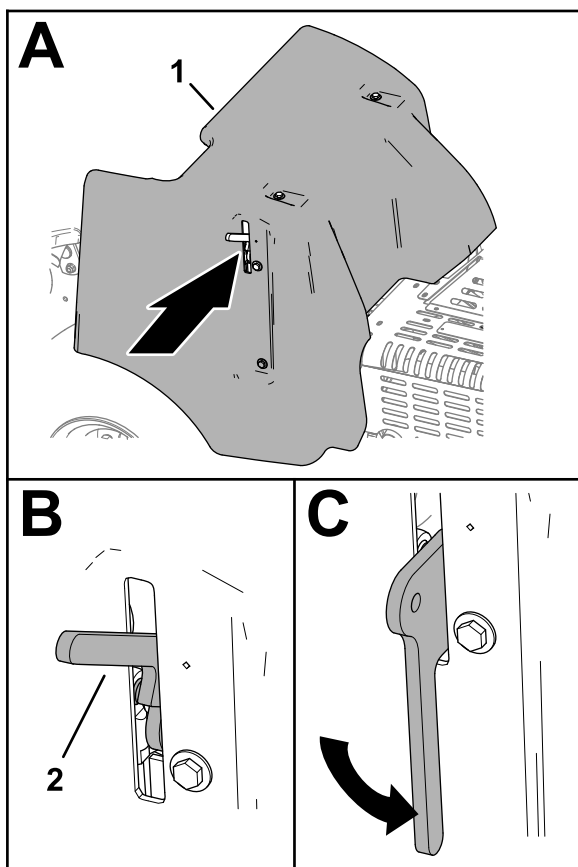

Figure 135
3. Abaissez complètement le levier du verrou pour fixer le protège-courroies en place (Figure 135).